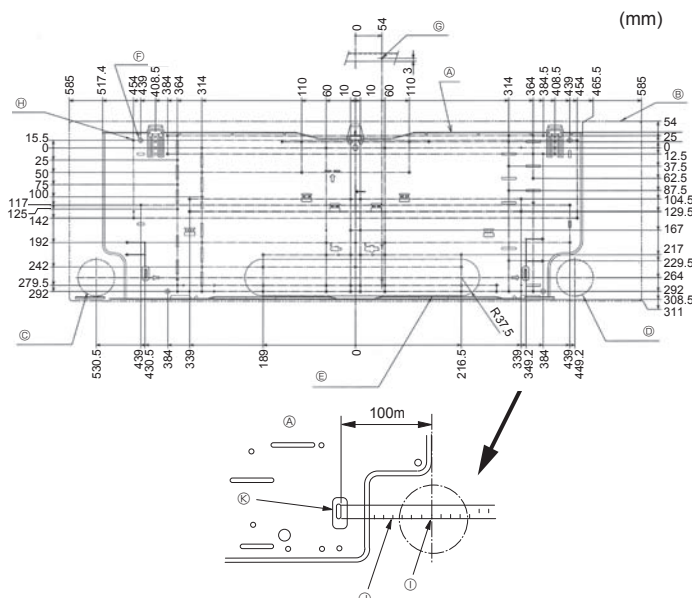

Fig. 3-2
①	Montageplatte	1	Hinten am Gerät anbringen
②	Blechschraube 4 × 25	7
③	Filzband	2
④	L-förmiges Anschlussrohr	1
⑤	Auffüllmutter	1
⑥	Schnurlose Fernbedienung	1
⑦	Fernbedienungshalter	1
⑧	Alkali-Batterien (Typ AAA)	2
⑨	Blechschraube 3,5 × 16	2
⑩	Distanzstück	1	Verpackungsmaterial verwenden
3.2. Anbringung der Wandbefestigungen (Fig. 3-2)